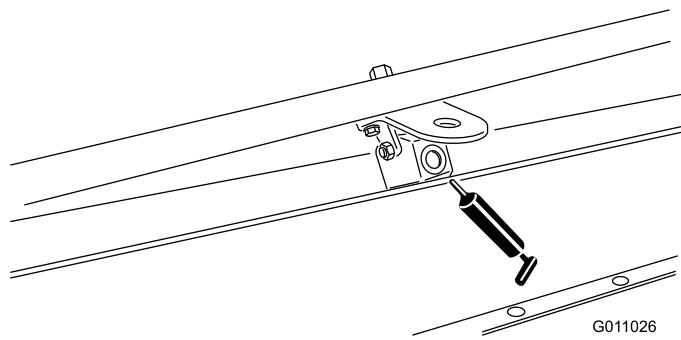

Figura 30
- Articulação da escova (2) (Figura 30).